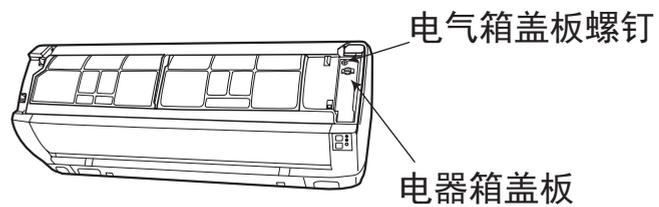
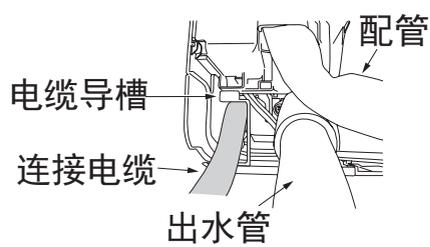

图14-2
图14-3
(2) 打开面板，拧下电气箱盖板固定螺钉，取下电气箱盖板。（如图14-2）
(3) 电线连接顺序
- 将连接电缆穿过电缆导槽从风室下盖板处穿出至电气箱接线端子处。（如图14-3）
- 连接电缆连接结束后，用螺钉将接线盖板固定（如图14-2）。
- 然后用手将面框右下角风室下盖板 ①、② 处的钩子沿箭头相反方向推紧，装上风室下盖板，然后关上面板。